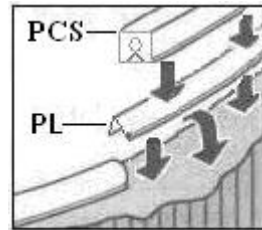

fig. 23
f) Retire las pinzas mientras instala el perfil de plástico (PL) por todo el perímetro de la piscina (fig. 22) corte el sobrante del perfil (PL), (tenga cuidado en no dañar el liner al cortar), a continuación coloque el perfil blanco (PCS), encima del perfil de plástico (PL), (fig. 23), entre columnas, dejando unos +/- 10 mm. de distancia entre dos perfiles, foto 2.